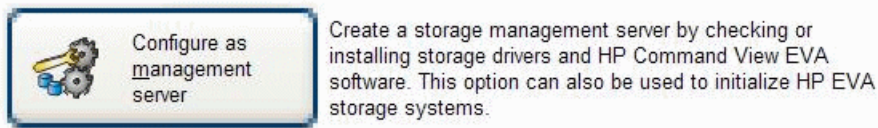

Abbildung 20 Konfiguration als Verwaltungsserver
3. Klicken Sie auf dem Display (Abbildung 20) auf **Configure as Management Server**.